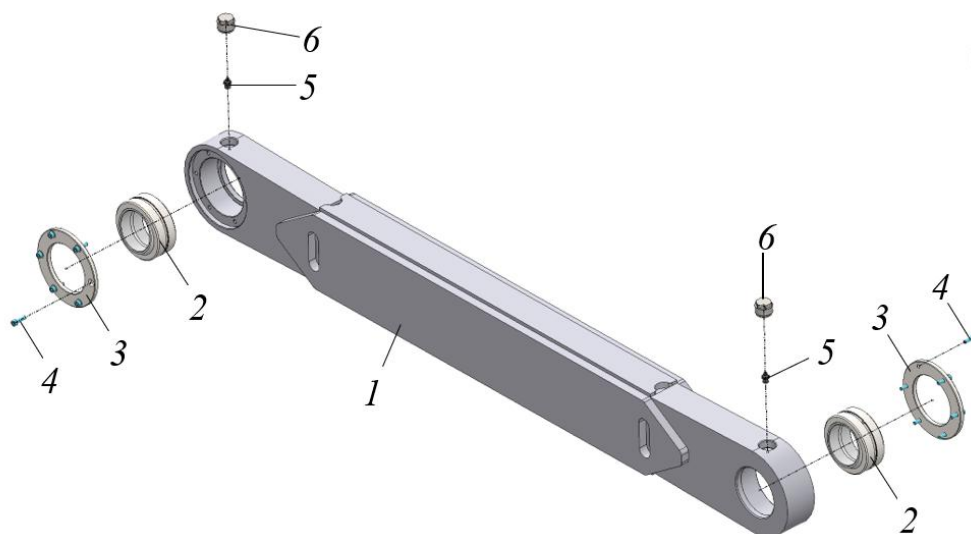

Рисунок 3.116. Тяга боковая
- Установить подшипники 2 в тягу боковую 1, рис. 3.116. Установить крышки 3, используя винты 4. Винты затянуть крест-накрест моментом 7-10 Н*м.
- Выкрутить пробки 6 и через пресс-масленки 5 прошприцевать соединение до визуального выхода смазки наружу. Вышедшую смазку наружу убрать, вкрутить пробки 6, рис. 3.116.